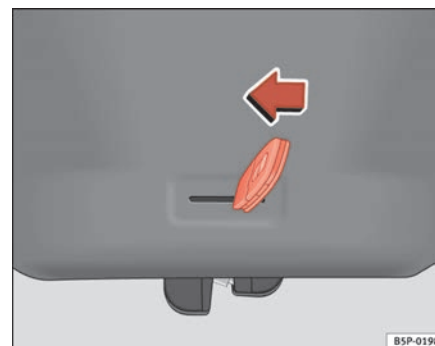

Fig. 46 Portón trasero: apertura de emergencia
- Introduzca el espadín de la llave en la ranura y desbloquee el sistema de cierre, dirigiendo la llave de derecha a izquierda, tal como indica la flecha ⇒ fig. 46 . ■